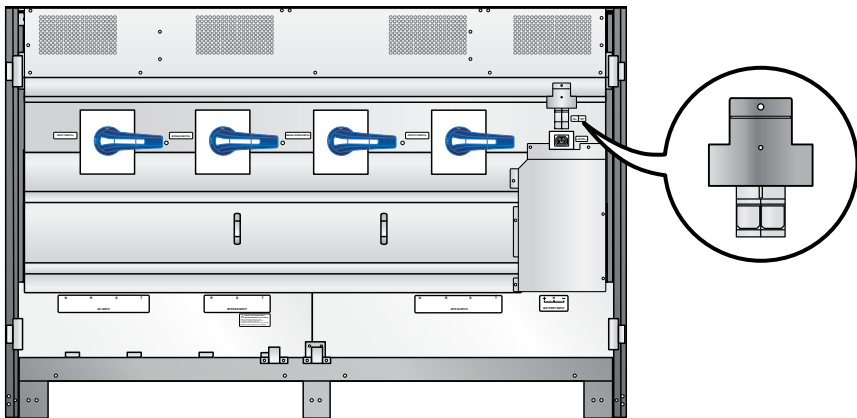

Рис. 7-1. Закройте держатель предохранителя вспомогательного питания
2. Разность напряжений между зажимами нейтрали (N) и заземления (\ominus) не превышает 3 В.
4. Держатель предохранителя вспомогательного питания закрыт. См. **Рис. 7-1**.